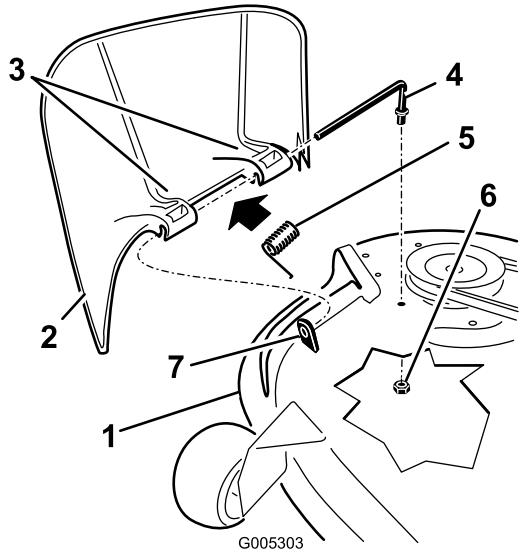

Figura 54
- Localice los elementos mostrados en la Figura 54.